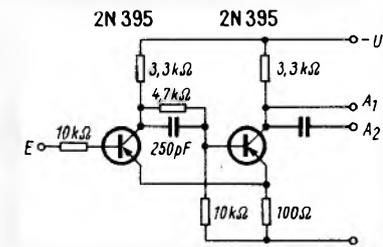
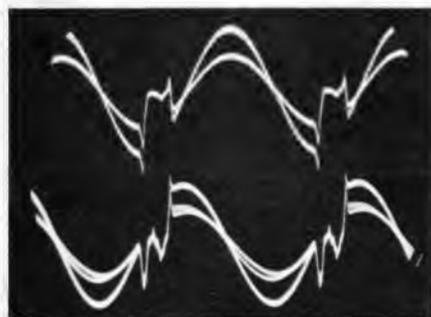

Bild 7. Schmitt-Trigger 1 und 2. A₁ = Ausgang zum Stufenschalter; A₂ = Ausgang zum Binär-untersetzer bzw. Differenznetzwerk
Bild 8. Oszillogramm der beiden Farbdifferenzspannungen U und V bei falschem Amplitudenverhältnis zwischen direktem und zeitverzögertem Signal
Der nachgeschaltete Schmitt-Trigger (Bild 7) formt die beliebig in der Form verlaufende, aber periodische Spannung, in eine perio-
Bild 7. Entstehende Farbdifferenzspannung U_V bei gleichzeitig falscher Amplituden- (A) und Phaseinstellung (τ) der Pal-Laufzeitleitung sowie Phasenabweichung (α) im Synchrongleichrichter. Die ausgezogene Kurve entspricht der korrekten Einstellung
In Bild 7 sind sowohl Amplituden- und Phasenfehler der Laufzeitleitung als auch ein Phasenfehler des Synchrongleichrichters zusammen dargestellt. Auch wenn wie in diesem Fall drei Fehler gleichzeitig auftreten, ist ein völlig eindeutiges Erkennen und damit Korrigieren sowohl meßtechnisch als auch optisch vom Bildschirm her möglich. In den Oszillogrammaufnahmen (Bild 8, 9, 10 und 11) sind die verschiedenen Fehler noch einmal dargestellt.